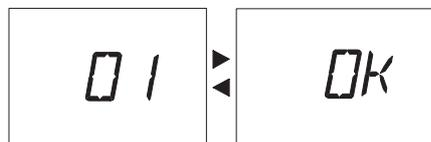

Рис. 26
- 7 Через 5 секунд после ввода желаемого значения **Только пластины** произойдет автоматическое сохранение настройки, после чего на ЖК-дисплее отобразится надпись **OK** (Рис. 26) в качестве подтверждения сохранения.